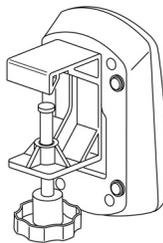
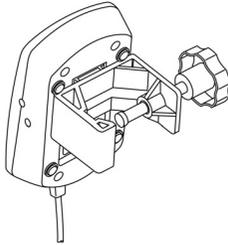

Abbildung 10: Steuermodul und Universal-Montagehalterung (vertikal)
Abbildung 11: Steuermodul und Universal-Montagehalterung (horizontal)
3. Mit der Universal-Montagehalterung kann das Steuermodul in vertikaler oder horizontaler Ausrichtung an einem Infusionsständer oder einer Bettschiene befestigt werden (Abbildung 10 und Abbildung 11). Den Drehknopf nicht zu fest anziehen.